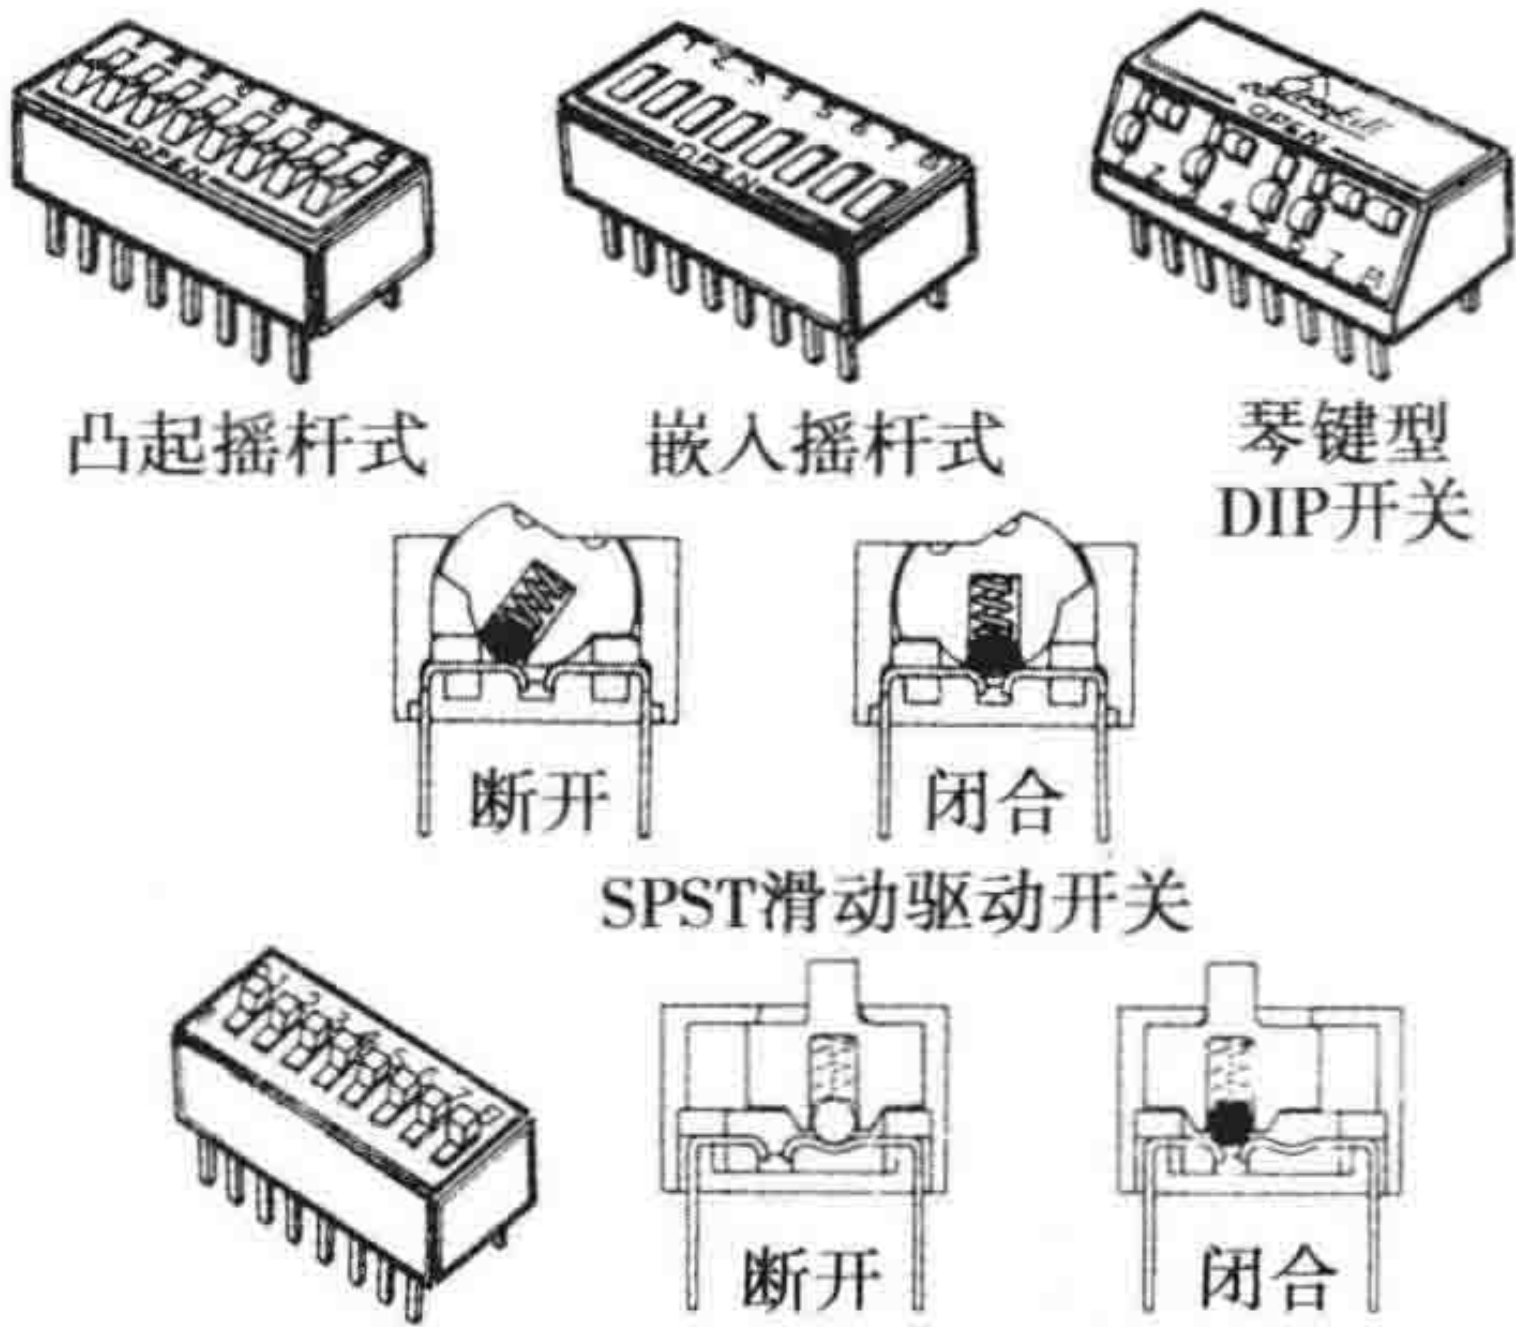

图 9-14 DIP 开关
双列直插式封装 (DIP) 常用于集成电路或芯片以及它们的封装中。DIP 开关较小，具有像集成电路 (IC) 或芯片一样的引脚。它们用于印制电路板上，并焊接在所需位置。如图 9-14 所示，它们很小，用一个圆珠笔或同样大小的东西拨动开关，使其在闭合与断开之间变化。它们也可用作凸起式摇杆开关、嵌入式摇杆开关以及琴键型 DIP 开关。通过高压弹簧 - 球触点机构可以使上述开关的触点闭合与断开。小球使得两个触点间的电路闭合，具体参见剖面图所示。